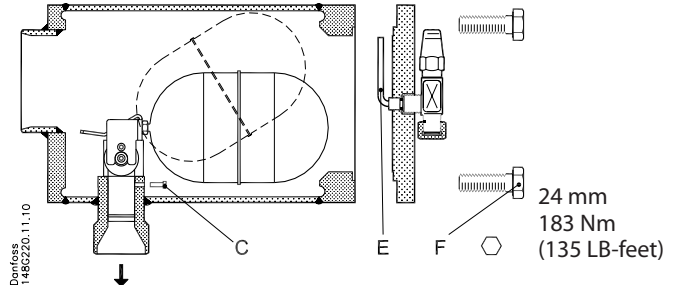

Fig. 5
- 3) Remove float valve assembly by untightening the screw pos. C (fig. 5) and lifting up the complete float valve assembly.
- 4) Place new float assembly in the outlet connection pos. A and tighten the screw pos. C (fig. 5)
NB! Ventilating pipe pos. E (fig. 5) has to be placed vertically upwards.
- 6) Use a torque wrench to tighten the screws pos. F (fig. 5). Tighten with torque of 183 Nm (135 LB-feet).
3) Déposer le flotteur en desserrant la vis pos. C (fig. 5) et en soulevant le flotteur au complet.
4) Placer le nouveau flotteur dans le logement de sortie et serrer la vis pos. C (fig. 5).
N. B. ! Le tuyau de ventilation pos. E (fig. 5) doit être orienté verticalement vers le haut.
6) Utiliser une clé dynamométrique pour serrer les vis pos. F (fig. 5). Serrer au couple de 183 Nm (135 Lb-feet).